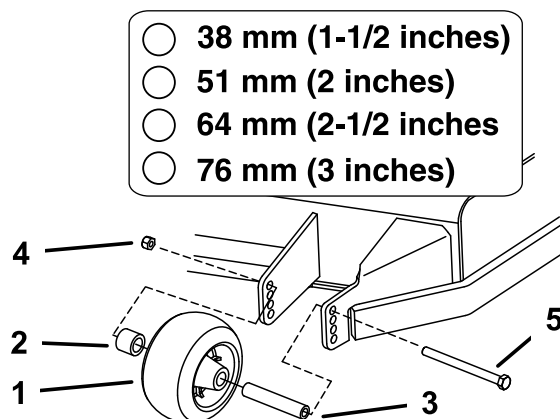

Figure 20
4. N'oubliez pas d'installer les entretoises et les bagues (Figure 20).